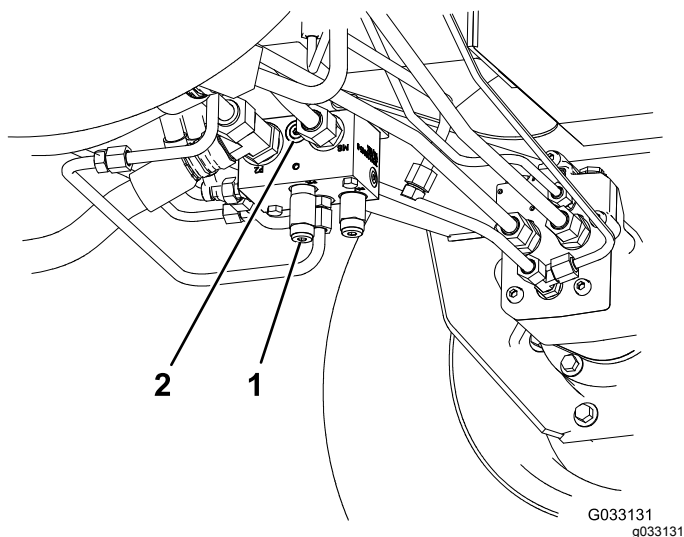

図 61
1. 後部走行マニホルドのポート M8 と P2 との間にあるマークなしのポートに故障診断用フィッティングを取り付ける 図 61。